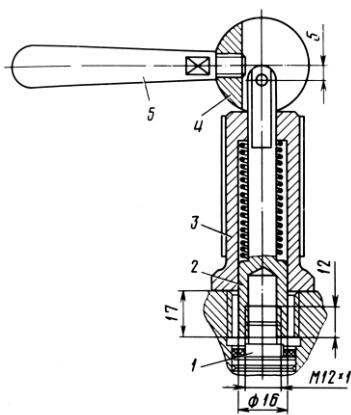
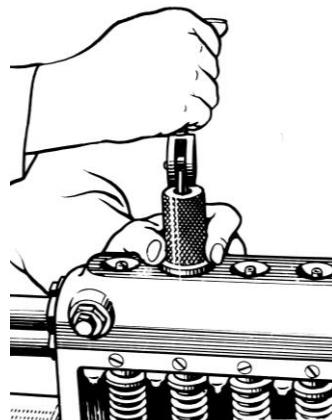

Рис. 85. Съемник седла нагнетательного клапана:
Рис. 86. Снятие седла нагнетательного клапана
- 3 Снять контрящие сухари, вывернуть штуцеры и специальным съемником (рис. 85) извлечь из корпуса насоса седла вместе с нагнетательными клапанами. Для снятия навернуть оправку 2 съемника на резьбу седла 1 нагнетательного клапана до упора втулки 3 в корпус насоса. Поворачивая эксцентрик съемника вверх, извлечь седло нагнетательного клапана (рис. 86).